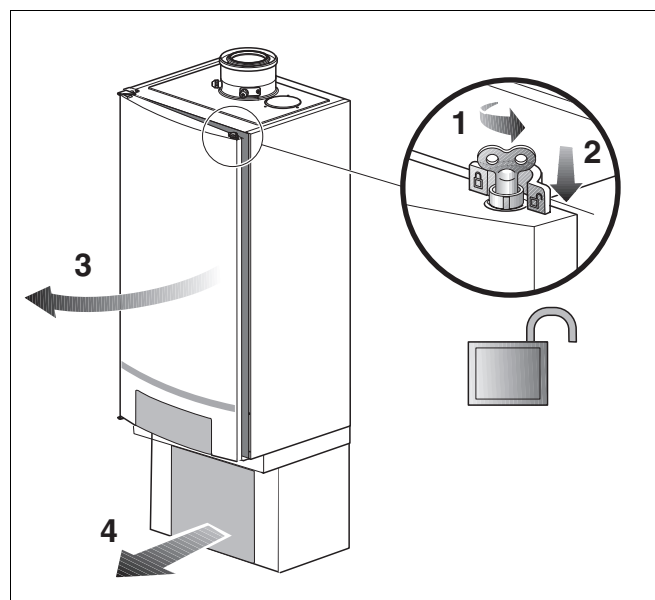

Fig. 61 Åbning af kedeldøren
- Åbn kedeldørens lås ved at dreje udluftningsnøglen en kvart omgang (fig. 61 – 1).
- Tryk låsen ned (fig. 61 – 2), og åbn kedeldøren.
- Fjern dæklænden til tilslutningsgruppen (fig. 61 – 4).